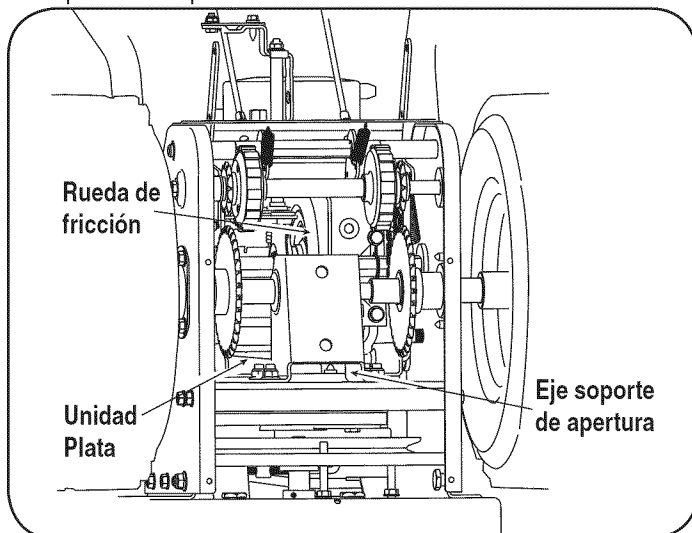

Figura 27
1. Aflojar las dos tuercas que aseguran el soporte de la tolva y recolocar ligeramente. Vea la Figura 27.
2. Busque la apertura entre el soporte del eje delantero y el marco de apoyo (véase la Figura 27). Mirando a través de esta apertura, con la rueda de control en libertad, debe haber espacio entre la rueda y la fricción de la placa de la unidad en todas las posiciones de la palanca de cambios.
3. Con la rueda de control dedicado, la fricción de la rueda deberá ponerse en contacto con la placa de la unidad. Vea la Figura 27.